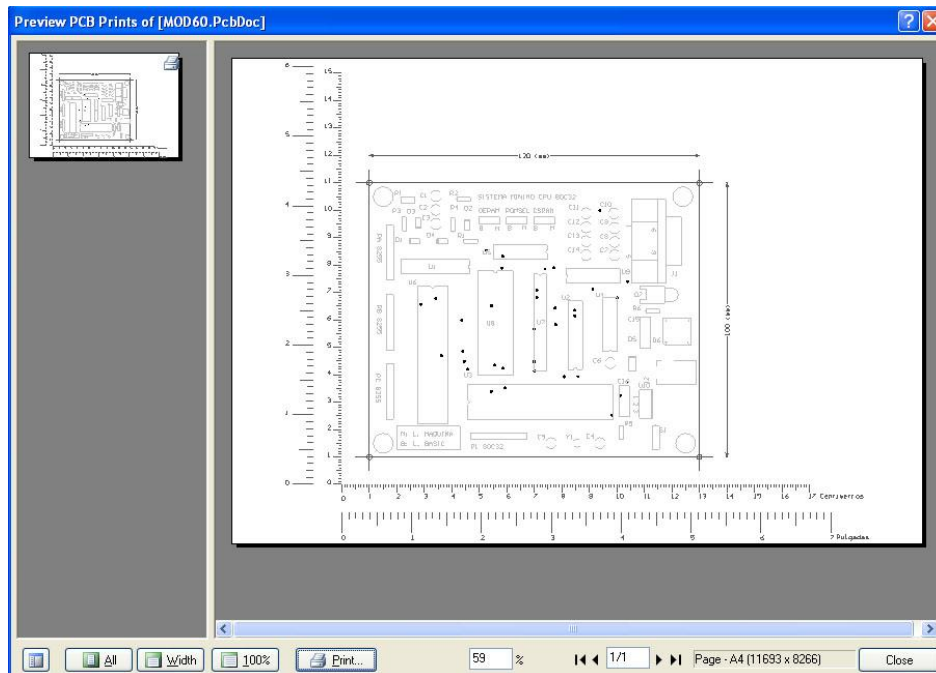

Figura 3.102 Vista Previa del Documento PCB
4. Realizar una vista previa del documento mediante el comando **File/Print Preview** ver figura 3.102